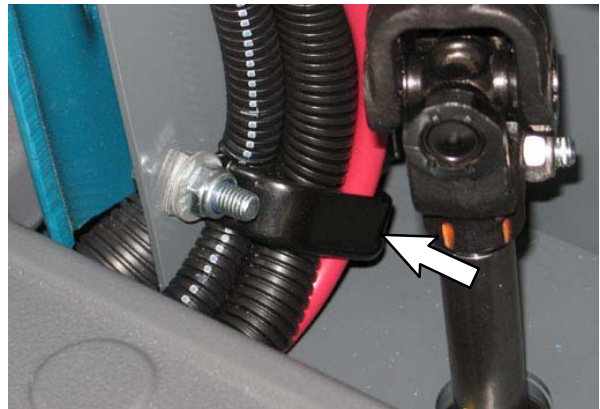

FIG. 64
31. Vuelva a instalar las abrazaderas para cables. (Fig. 64)